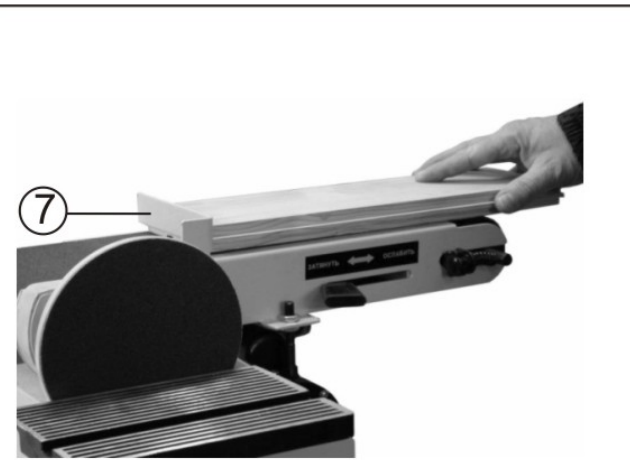

Рис.9
Не нажимайте слишком сильно на заготовку. Станок работает лучше без приложения больших усилий нажатия на заготовку, Рис.9. Задний упор (7), Рис.9, фиксирует деревянную заготовку во время работы. Во время работы берегите руки.